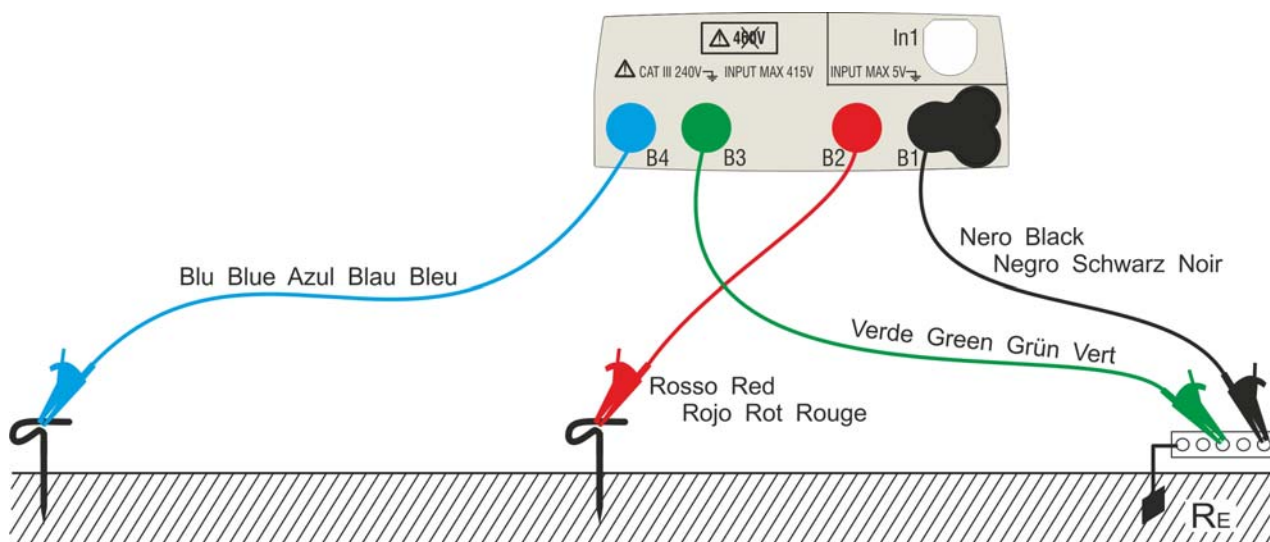
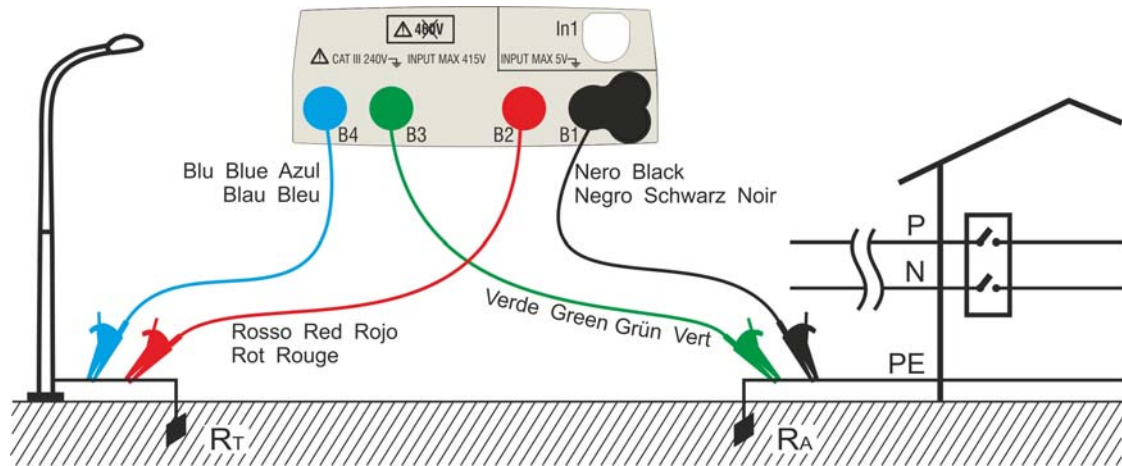
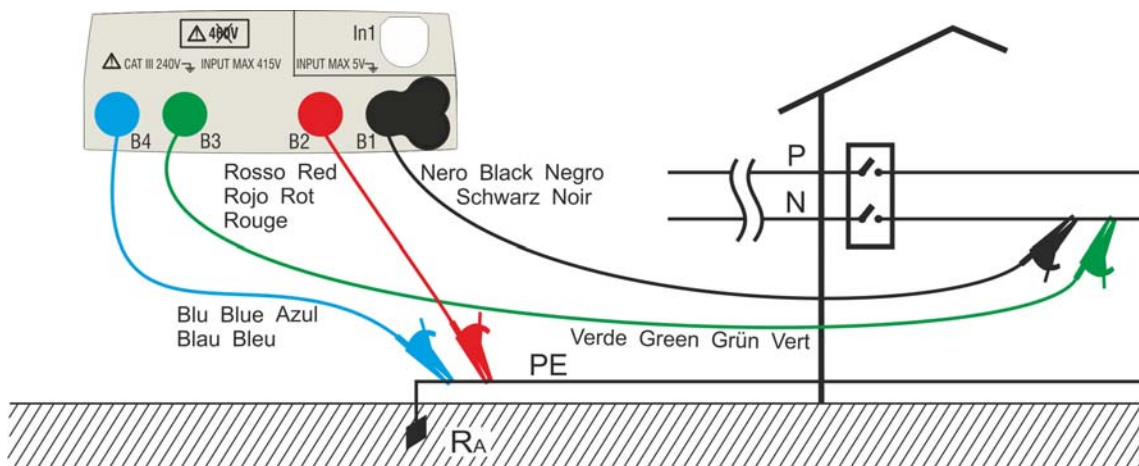
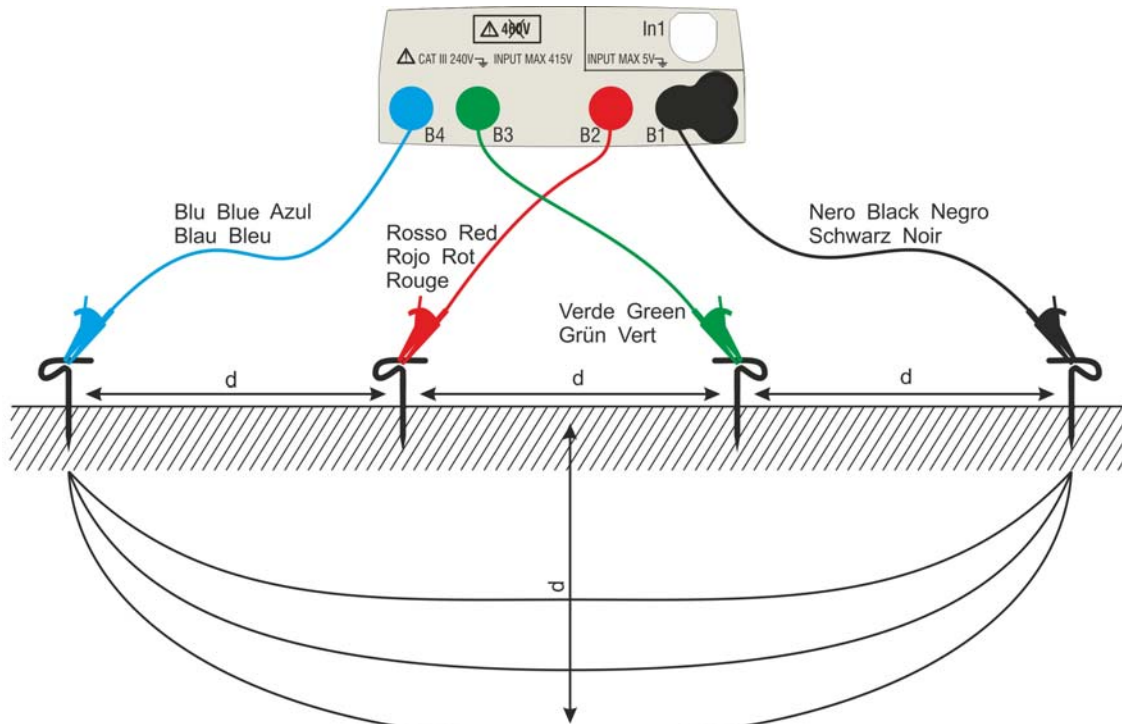

Fig. 26 : Mesure de résistance de terre à 3 fils
Fig. 27 : Mesure de résistance de terre à 2 fils avec électrode de mise à la terre auxiliaire
Fig. 28 : Mesure de résistance de terre à 2 fils du tableau d'alimentation
Fig. 29 : Mesure de la résistivité du sol
- 12 Connecter les crocodiles aux électrodes de mise à la terre auxiliaires et à l'installation sous test conformément à Fig. 26, Fig. 27, Fig. 28 ou Fig. 29